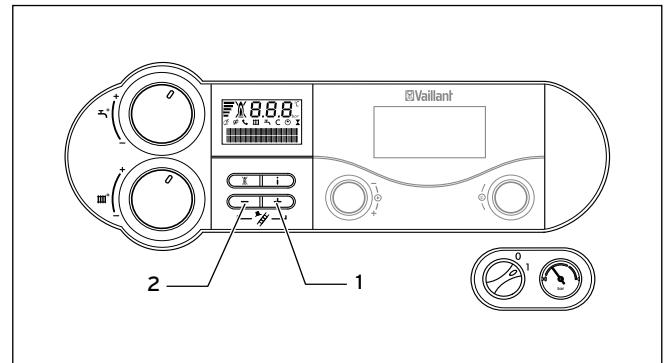

Abb. 8.9 Schornsteinfeger-Messungen
- Aktivieren Sie den Schornsteinfeger-Betrieb, indem Sie gleichzeitig die Tasten „+“ und „-“ drücken (Abb. 8.9, 1 und 2).